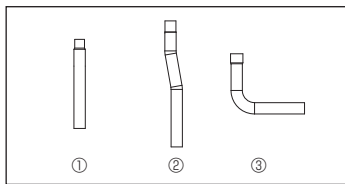

Fig. 1-1
1.6. Допоміжне приладдя зовнішнього блока (Fig. 1-1)